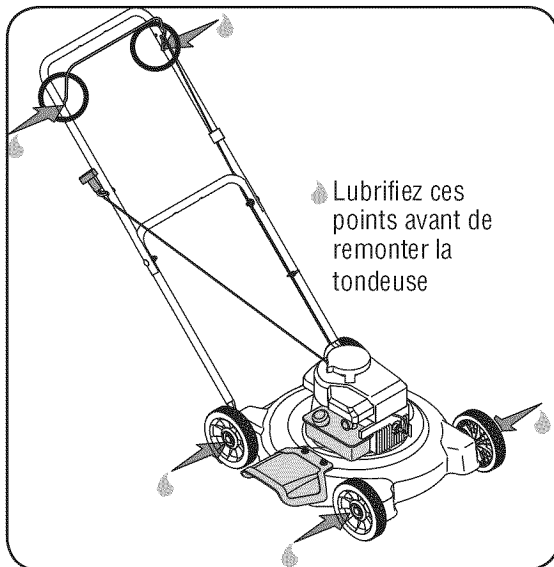

Figure 12
1. Lubrifiez les points de pivot de la poignée de commande de la lame au moins une fois par saison avec une huile légère. La commande de la lame doit fonctionner facilement dans les deux sens. Voir la Figure 12.